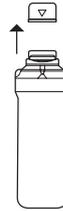

Figura 25.
5. Toma cada Cartucho y retira la tapa que protege a su conector (ver Figura 25).